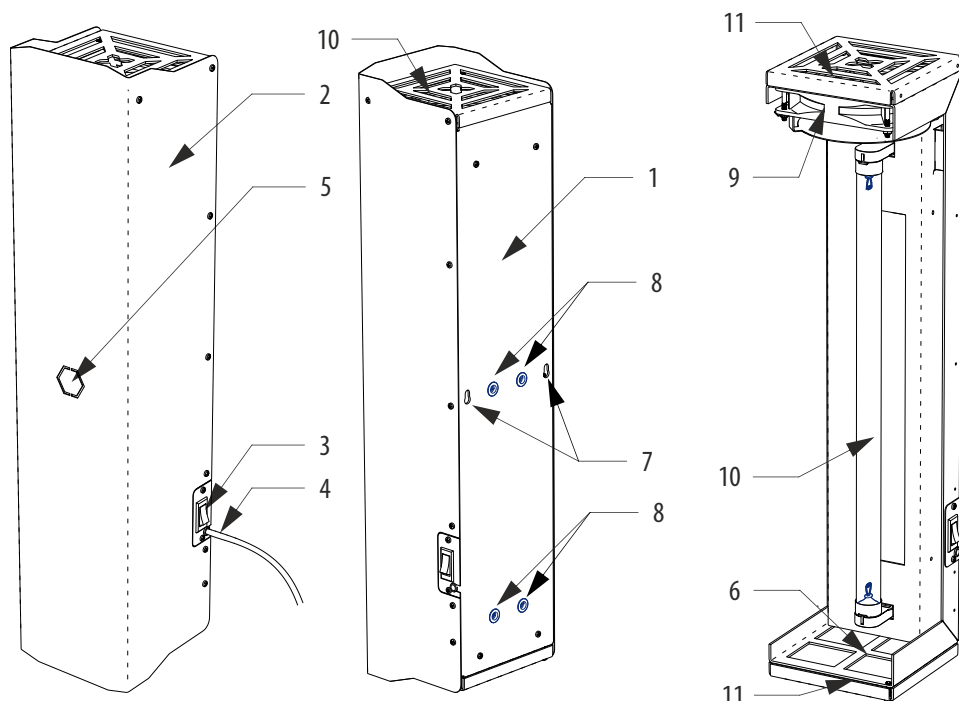

Рисунок 1. Общая конструкция очистителя воздуха ОВУ-03-1.
- 6.3. Измерьте межцентровое расстояние расстояние между проушинами 7 (см. рис.1). С помощью уровня и линейки (рулетки) разметьте на стене отверстия для монтажа. Выбирайте крепёж в соответствии с материалом стен: шурупы для деревянных стен или стен из древесных материалов; дюбеля с шурупами для бетонных, кирпичных или газосиликатных стен; специальный крепёж для стен из ГКЛ.